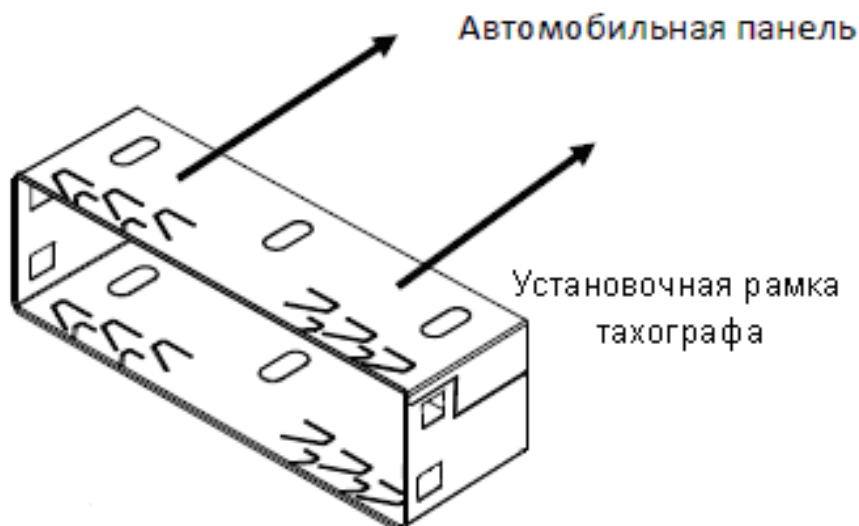

Рисунок 1 – Установка рамки
1. Поместите установочную рамку тахографа в автомобильную панель (Рисунок 1). Подогните по месту «язычки» рамки, чтобы рамка надежно фиксировалась в панели.